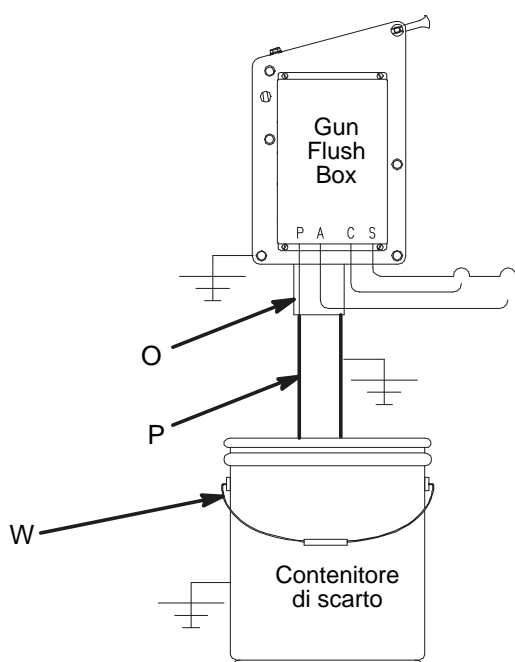

FIG. 6: Requisiti del contenitore di scarto chiuso
Collegare la sezione più lunga possibile di tubo diritto (P) (in plastica o metallo messo a terra) tra il bocchettone del fluido del Gun Flush Box (O) e un contenitore di scarto chiuso (W). Consultare FIG. 6.